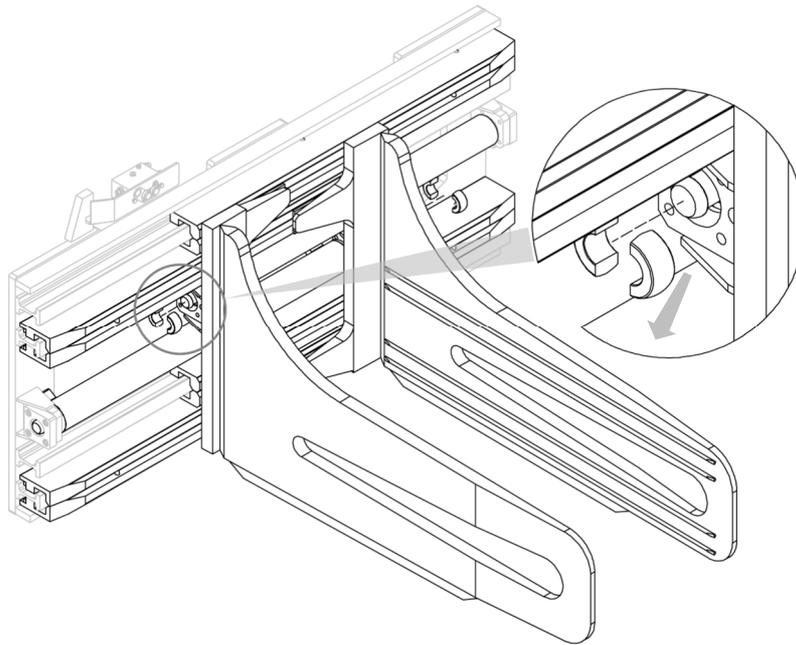

Abbildung 17
3. Entfernen Sie die Klemmringe (siehe *Abbildung 17*).